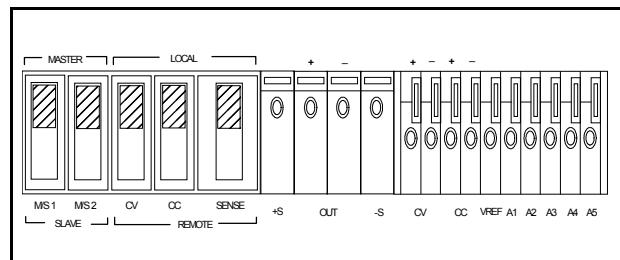

図 4. 電源投入チェックアウトのためのリア・パネル・コントロールのスイッチ設定
- b. リア・パネル・スイッチの設定が図 4 のように設定されているかチェックします。
本電源装置は、ローカル動作モードが設定された状態で工場から出荷されます。ローカル動作モードでは、図4に示すように、リア・パネルのスイッチを設定する必要があります。この電源装置は、定電圧(CV)または定電流(CC)出力を提供します。